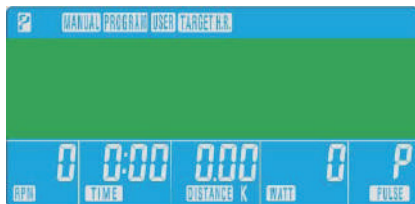

Рис. 3
2. В главном меню при помощи кнопок ВВЕРХ и ВНИЗ выберите свой пол, а затем укажите возраст, рост и вес. После подтверждения ввода данных определите тренировочный режим из представленных: РУЧНОЙ → ВСТРОЕННЫЕ ПРОГРАММЫ → ПОЛЬЗОВАТЕЛЬСКИЙ → ЦЕЛЕВОЙ (рис. 3)